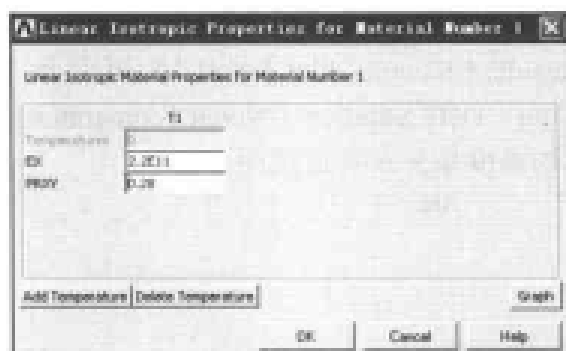

图 13-12 输入弹性模量和泊松比对话框
(3) 单击 Element Types 对话框上的 Close 按钮, 关闭该对话框。
(4) 选择 Main Menu | Preprocessor | Material Props | Material Models 命令, 出现 Define Material Model Behavior 对话框, 在 Material Models Availabley 列表框中依次双击 Structural、Linear、Elastic、Isotropic 选项, 出现 Linear Isotropic Material Properties for Material Number 1 对话框, 在 EX 文本框中输入弹性模量 $2.2\text{E}11$, 在 PRXY 文本框中输入泊松比 0.28, 如图 13-12 所示单击 OK 按钮关闭该对话框。